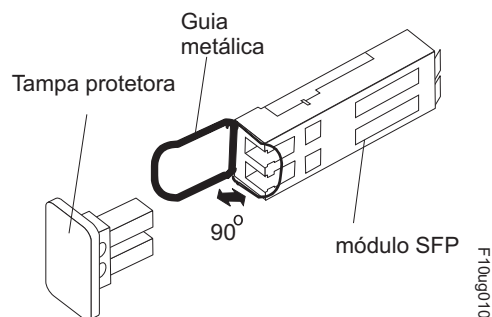

Figura 76. Destravando a Trava do Módulo SFP - Variedade Metálica
- Para módulos SFP que contêm guias metálicas, destrave a trava do módulo SFP puxando a trava metálica 90° para fora, conforme mostrado na Figura 76 na página 135.